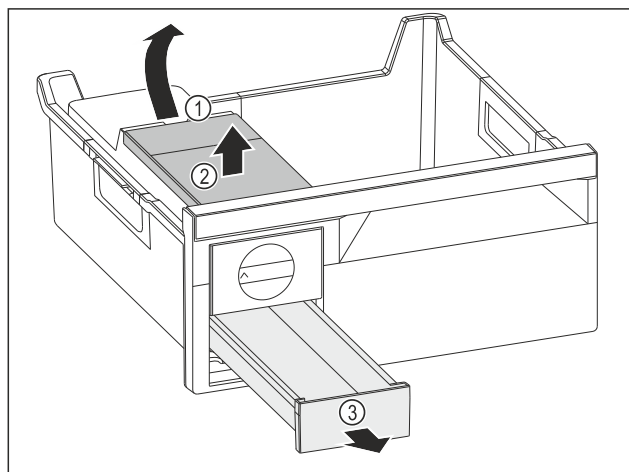

Fig. 171
- ▶ Извлеките бак для воды: Поднимите бак для воды за выемку Fig. 171 (1).
- ▶ Извлеките бак для воды Fig. 171 (2) движением вверх.
- ▶ Извлеките выдвижной ящик для кубиков льда Fig. 171 (3) движением вперед.